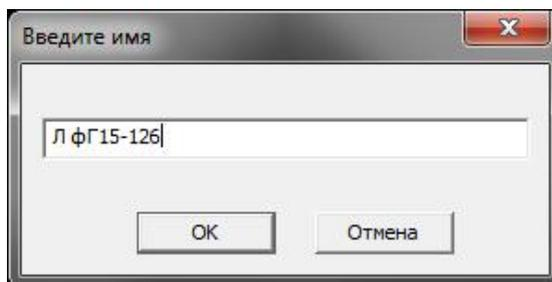

Рисунок 371 – Окно поиска объектов
**Кнопка «Найти объект по имени»** позволяет осуществлять поиск объектов дерева по имени (рисунок 371).